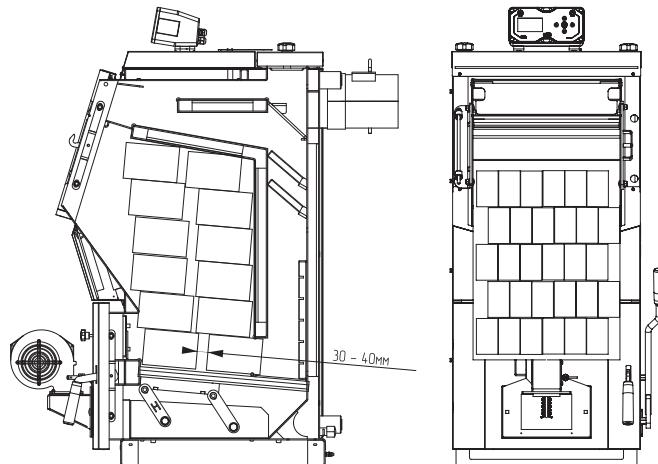
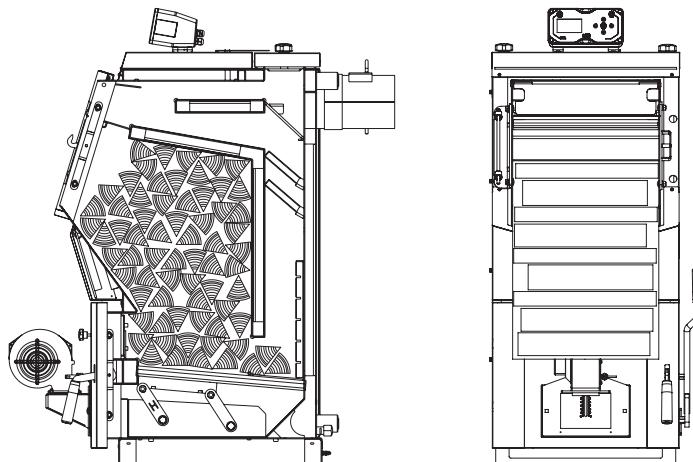
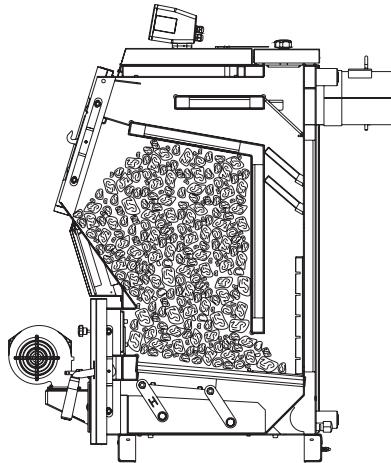

Рис.15 Схема загрузки котла древесными брикетами
Рис.16 Схема загрузки котла дровами
Рис.17 Схема загрузки котла углём
- Заполнить топку котла топливом, равномерно распределяя его по всему объёму в соответствии с **Рис.15, Рис.16, Рис.17**;